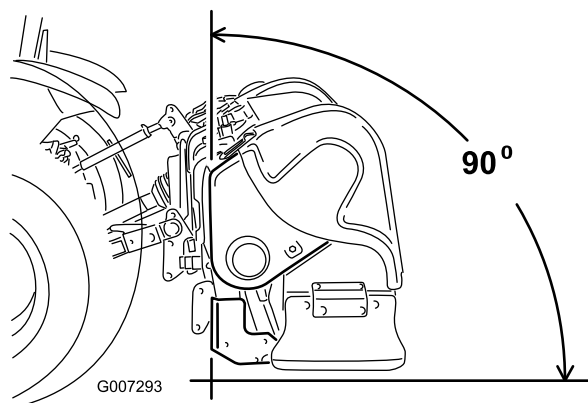

Figura 7
**Nota:** A parte da frente do arejador tem de estar na vertical durante o funcionamento para uma melhor qualidade do furo de arejamento (Figura 7). Ajuste a articulação superior para poder controlar este ângulo. Consulte Funcionamento (página 20) para obter mais informações.